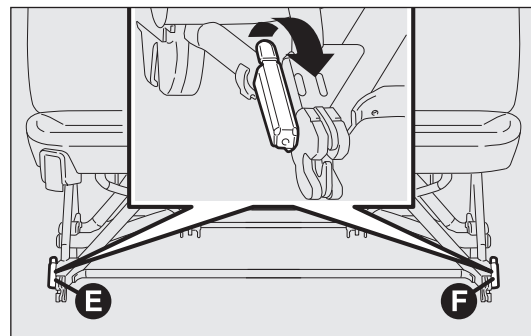

fig. 37
- Från vertikalt läge. Vrid spakarna E och F-fig. 37 uppåt.